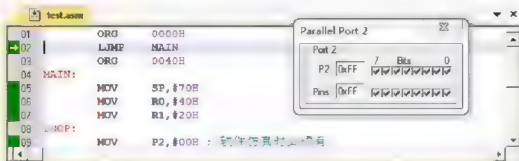
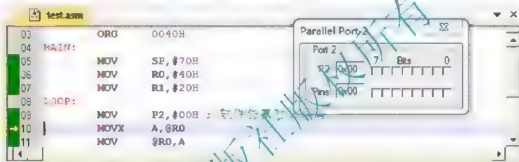

图 A-25 刚进入调试状态时 P2 口的查看窗口
图 A-26 运行到程序行第 10 行时 P2 口的查看窗口
(2) “I/O-Ports”：打开 I/O 端口(P0~P3)的观察窗口，在窗口里显示了程序运行时的端口状态。可以随时查看并修改端口的状态，从而模拟外部的输入。例如，要查看 P2 口的状态，可打开 P2 口的观察窗口，如图 A-25 所示。当运行到第 10 行时，查看窗口如图 A-26
所示。图中标有“√”的复选框表示这一位的值是1，没有的为0。对于不同的MCU，可能图A-25、图A-26的显示略有不同。